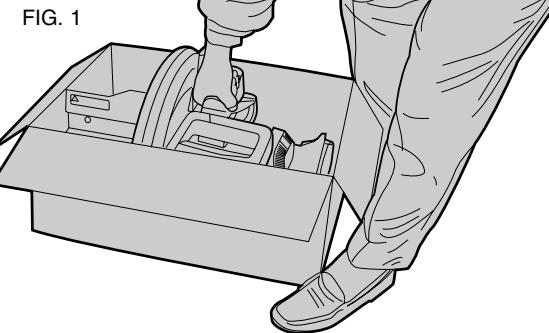

FIG. 2
3. une clé pour la lame dans la case de rangement illustrée à la figure 2.
Examiner les figures 2 et 3 afin de bien connaître la scie et ses composants. La section suivante traite des réglages à effectuer et on y utilise les termes apparaissant sur les figures. Il faut donc connaître le nom des pièces et savoir où elles se trouvent.
Les quatre pattes de l'outil sont pourvues d'un trou afin d'en faciliter le montage sur établi, comme le montre la figure 2. (Il y a deux trous de différentes grosseurs qui acceptent des vis de différentes grosseurs. Il n'est nécessaire d'utiliser les deux trous.) Toujours installer la scie solidement afin d'éviter qu'elle ne bouge. Afin de pouvoir transporter la scie facilement, il est conseillé de fixer l'outil à un morceau de contreplaqué d'au moins 13 mm (1/2 po) d'épaisseur qu'on pourra ensuite fixer à un établi ou à un autre endroit lorsqu'on a à se déplacer.